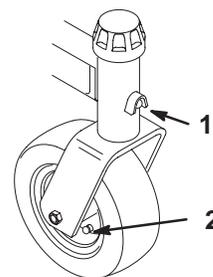

Figure 68
4. Lubrifiez les graisseurs des moyeux pivotants du bâti porteur et des roues pivotantes (Fig. 68).